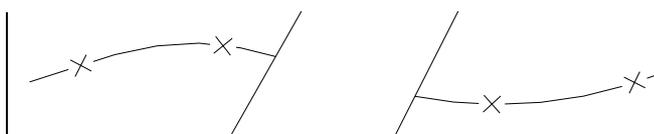

Fig. 67 Ligne spéciales ajustée
1. Les lignes spéciales sont dynamiques, en d'autres termes, elles gardent leur représentation même après avoir effectué des opérations tel que le stretch, trim ...etc. (Fig.67)